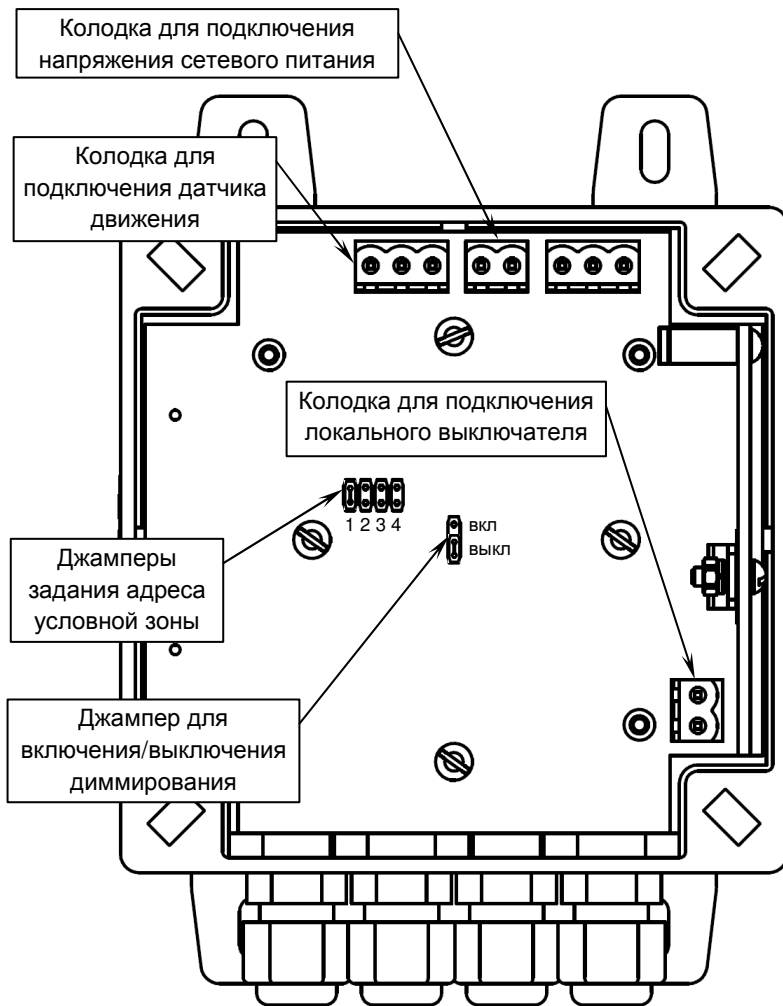
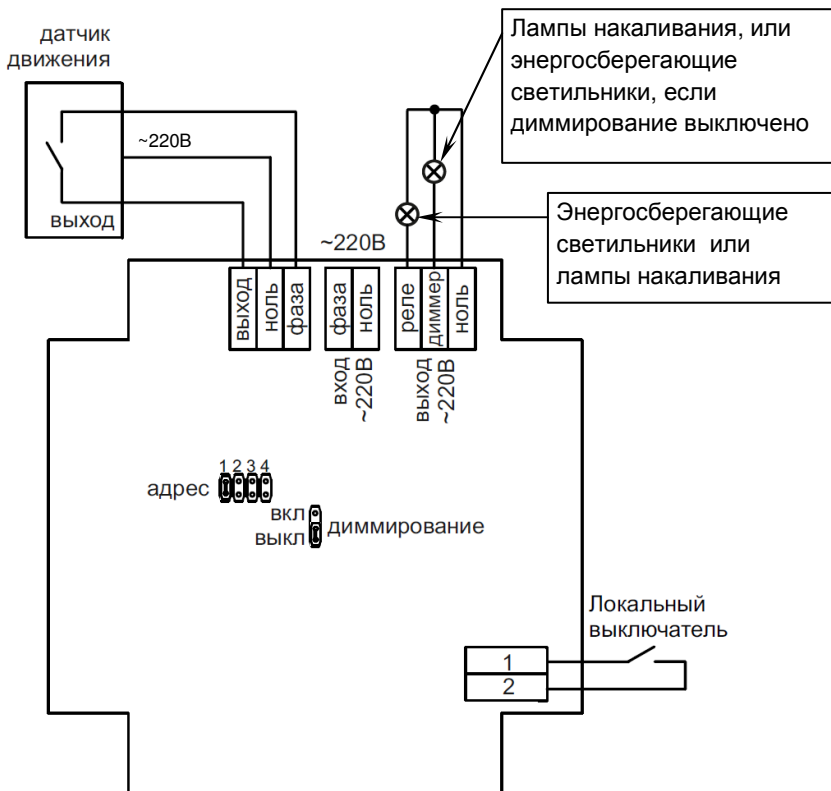

Рисунок 2 — Общий вид контроллера со снятой крышкой
Рисунок 3 — Схема подключений
Принадлежность каждого контроллера к конкретной зоне (адрес зоны) задается с помощью перемычек-джамперов, расположенных на печатной плате внутри корпуса контроллера (см. рисунок 2).
- подсоедините к кабельным частям разъемных клеммных колодок (входят в комплект поставки) провода для подключения проводов сетевого питания, локального выключателя, датчика движения и осветительного оборудования в соответствии с назначением клемм подключения (рисунок 2) и схемой подключения (рисунок 3);
- длительным нажатием на кнопку RF (см. рисунок 2 руководства по эксплуатации на системный контроллер) включите режим сопряжения с контроллером освещения, светодиод RF системного контроллера начнет мигать, а зуммер издавать звуковой сигнал;